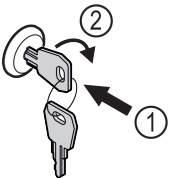

Fig. 143 Példaként szolgáló ábrázolás
- ▶ Dugja be a kulcsot Fig. 143 (1).
- ▶ Forgassa el a kulcsot 90°-kal az óramutató járásával megegyező irányba Fig. 143 (2).